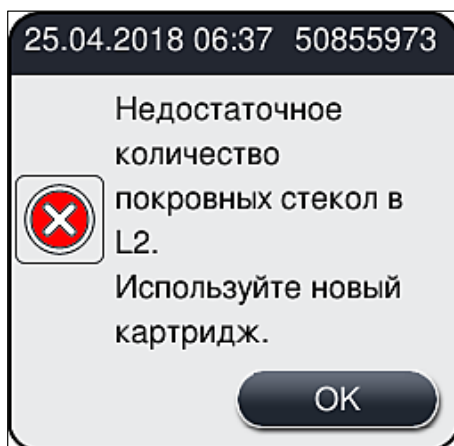

Рис. 54
- Когда тот или иной расходный материал заканчивается, на экране появляется соответствующее предупреждающее сообщение для пользователя, например (→ Рис. 54).